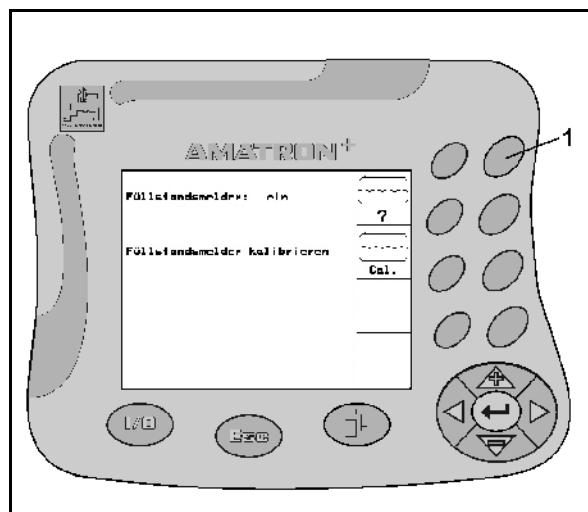

Рис. 17
1. Один раз нажмите функциональную клавишу (Рис. 17/1).
2. Нажмите функциональную клавишу еще раз (Рис. 17/1).